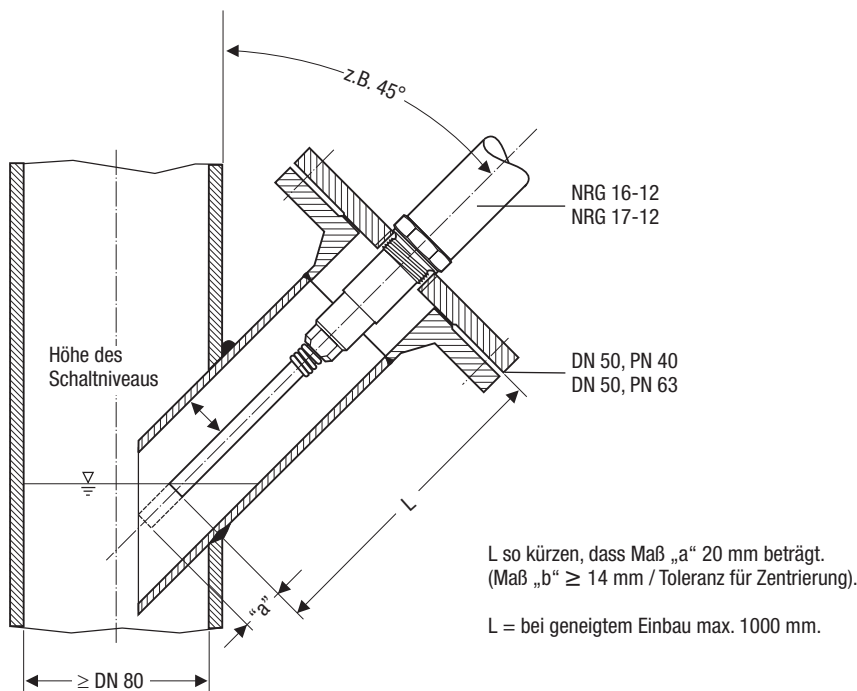

Fig. 3
- Der Neigungswinkel der Elektrode darf maximal 45° betragen, die Länge des Elektrodenstabs ist auf 1000 mm begrenzt. **Fig. 3**